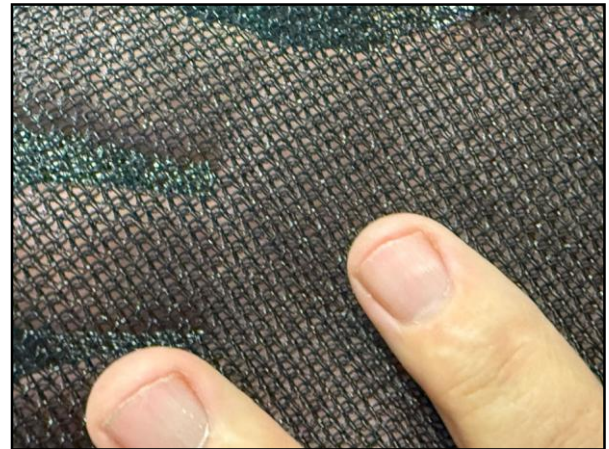

Figure 4. “Malla de Sombreo al 70%”
- d) "Malla de Sombreo al 70%" (Figure 4)